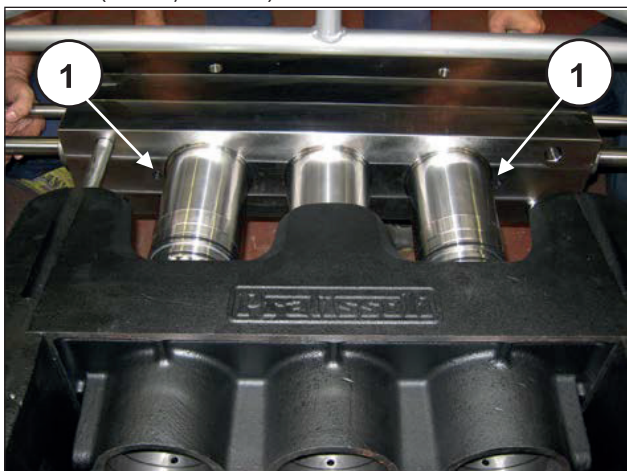

Рис. 184
Проводите сборку компонентов в обратном порядке, уделяя особое внимание установке торца на распорку, закрепленную на картере, следя за тем, чтобы не уронить уплотнительные кольца O-Ring, установленные на опорной поверхности торца (поз. ①, Рис. 184).